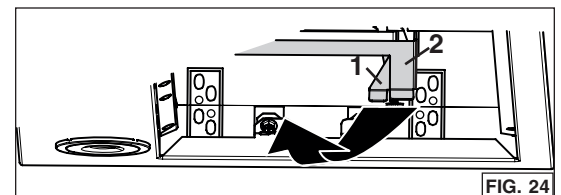

FIG. 24
NOTE : Si, pour quelque raison que ce soit, l'appareil devait être enlevé de l'armoire, il est possible de désengager les crochets *Ease of Install*. Pour ce faire, tout en retenant la hotte et en poussant sur un de ses côtés, lever simultanément les deux leviers des crochets *Ease of Install* (❶ et ❷, en gris dans la FIG. 24) de l'autre côté de la hotte jusqu'à ce que les crochets soient désengagés.